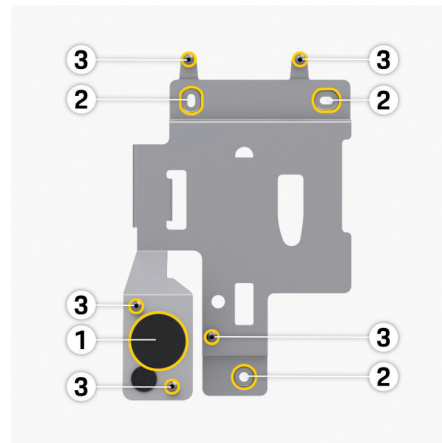

Fig. 22: Plaque de montage
- **Câble provenant du bas** : Faites passer le câble directement par l'ouverture prévue à cet effet dans le boîtier **1** ▶ (Fig. 22).
- **Câble provenant de l'arrière** : Placez la sortie de câble du mur au niveau de la fixation gauche inférieure **1** ▶ (Fig. 22).
1. Marquez les trous de fixation sur le mur conformément au gabarit de perçage **2** ▶ (Fig. 22).
4. Fixez la plaque de montage à l'aide des vis **2** ▶ (Fig. 22).
7. Tirez le câble d'infrastructure à travers le passe-câble 1 ▷ (Fig. 22).
- Pour l'installation du câble Ethernet, montez le passe-câble (KEL-DP 20/4-1) de l'extérieur vers l'intérieur sur l'ouverture prévue à cet effet (trou de gauche sous 1 ▷ (Fig. 22)) dans le boîtier, pour assurer l'étanchéité.
10. Fixez la Wallbox avec cinq vis de fixation 3 ▷ (Fig. 22) sur la plaque de montage.